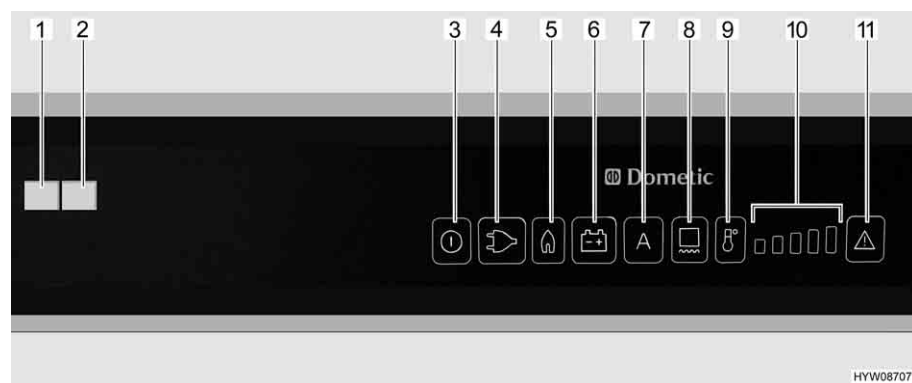

Fig. 210 Boutons de commande pour le réfrigérateur (Dometic RMD)
Quand le mode de fonctionnement est réglé sur "AES", qu'**aucune** alimentation 230 V n'est raccordée et que le moteur du véhicule est à l'**arrêt**, l'AES choisira l'alimentation en gaz. Dès que le fonctionnement au gaz est activé, la veilleuse de sécurité s'ouvre automatiquement, de sorte que le gaz peut arriver au brûleur. En même temps, l'allumage électronique est connecté. Si la flamme s'éteint, p. ex. en raison d'un courant d'air, l'allumage s'active automatiquement et rallume le gaz. En cas de dérangement du régime au gaz, les touches lumineuses "Gaz" (Fig. 210,5) et "Dérangement" (Fig. 210,11) clignent. Le voyant de contrôle "Dérangement" (Fig. 210,1) s'allume et une alarme acoustique retentit pendant 20 secondes.
Lorsque le réfrigérateur est mis en marche, il choisit automatiquement la température moyenne du thermostat. Ce réglage peut cependant être corrigé manuellement à l'aide de la touche de sélection du degré de température (Fig. 210,9). Les voyants de contrôle (Fig. 210,10) indiquent le réglage du thermostat sélectionné. La température de réfrigération des trois types d'énergie se règle avec la touche de sélection du degré de température. Il faudra attendre quelques heures jusqu'à ce que le réfrigérateur ait atteint sa température normale de réfrigération. Il garde toutefois son réglage de température lorsqu'on change d'un mode à un autre. La température de réfrigération est maintenue indépendamment du type d'énergie choisi.
- Régler le chauffage du cadre pour une durée de 2 heures : Appuyer une fois sur la touche (Fig. 210,8). Une barre d'affichage des degrés de température (Fig. 210,10) s'allume.
- Régler le chauffage du cadre pour une durée de 5 heures : Appuyer deux fois sur la touche (Fig. 210,8). Deux barres d'affichage des degrés de température (Fig. 210,10) s'allument.
- Régler le chauffage du cadre sur fonctionnement permanent : Appuyer trois fois sur la touche (Fig. 210,8). Trois barres d'affichage des degrés de température (Fig. 210,10) s'allument.
L'affichage des degrés de température (Fig. 210,10) indique pendant quelques secondes la durée de fonctionnement du chauffage du cadre.
En cas de températures extérieures élevées et d'humidité importante de l'air, il est possible que des gouttes d'eau se forment au niveau du cadre métallique du compartiment congélation. C'est pourquoi le réfrigérateur est équipé d'un chauffage du cadre pour le compartiment congélation. En cas de températures extérieures élevées et d'humidité importante de l'air, allumer le chauffage du cadre grâce à la touche (Fig. 210,8). Ceci permet d'éviter la corrosion. Lorsque le chauffage du cadre est activé, la touche lumineuse (Fig. 210,8) est allumée.
- Appuyer sur la touche Marche/Arrêt (Fig. 210,3) pendant env. 2 secondes. Le réfrigérateur s'enclenche, le dernier type d'énergie choisi ou "AES" est indiqué.
- Régler la température de réfrigération souhaitée à l'aide de la touche de sélection du degré de température (Fig. 210,9). Les voyants de contrôle (Fig. 210,10) indiquent le réglage du thermostat sélectionné.
- Appuyer sur la touche Marche/Arrêt (Fig. 210,3) pendant env. 2 secondes. Le réfrigérateur s'éteint, plus aucun indicateur n'est allumé.